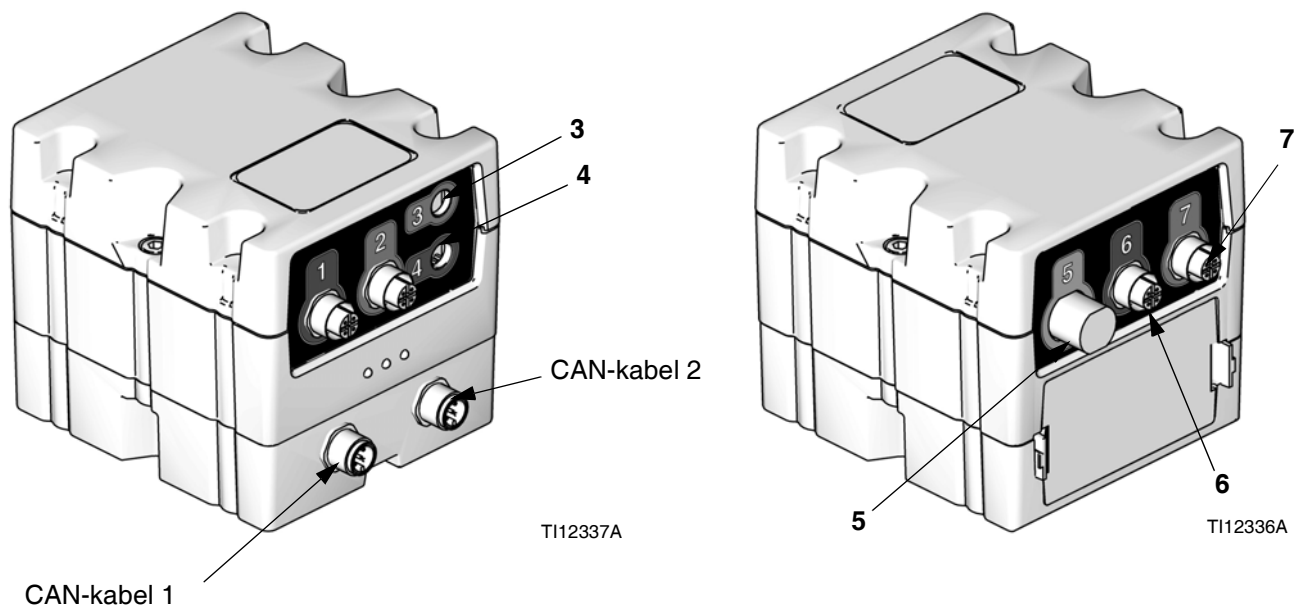

FIG. 7: FCM-sensorverbindingen
- Vloeistofregelaarmodule (K). Zie FIG. 7, pagina 13.
2. Bevestig de sensor voor een laag niveau aan de bestaande sensorklem (EA), boven de bestaande sensor voor het drooglopen (EE).
3. Vervang de bestaande kabel tussen de droogloopsensor (EE) en de FCM-connector (zie FIG. 7, pagina 13) met de droogloop-/laag niveausensor splitterkabel.